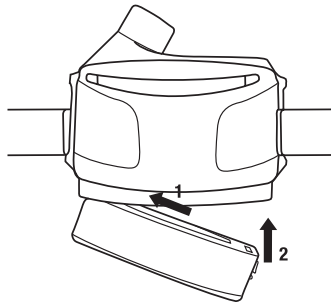

Fig. 4 Installation de la pile sur le souffleur à moteur
Pour installer le bloc-piles chargé, tenir l'ensemble respirateur de manière que le protège-filtre soit face à soi (Fig. 4).
- Accrocher l'extrémité de la charnière du bloc-piles au boîtier situé au bas du respirateur (Fig. 4, étape 1).
- Appuyer sur le bord à verrou du bloc-piles dans le souffleur à moteur, jusqu'à ce que le verrou s'enclenche et laisse entendre un dé clic (Fig. 4, étape 2).